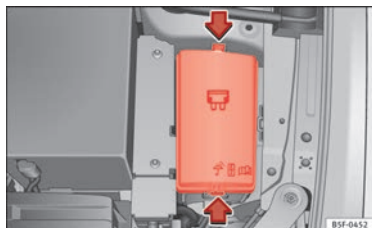

Fig. 182 En el vano motor: tapa de la caja de fusibles.
- Presione las pestañas de bloqueo para desbloquear la tapa de la caja de fusibles ⇒ fig. 182.